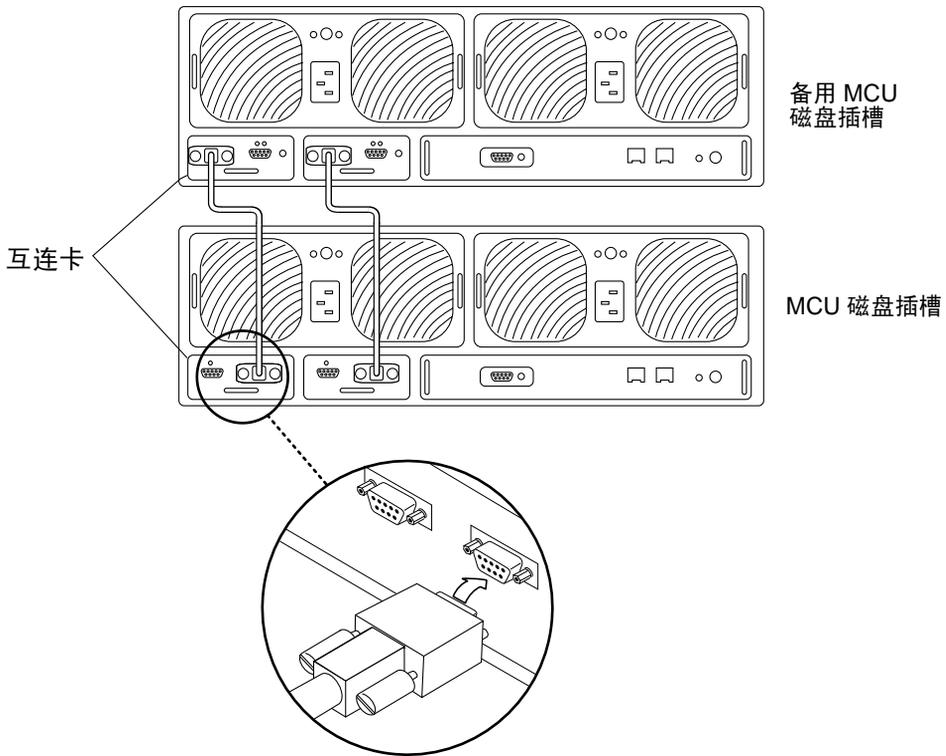

图 5 连接互连电缆
1. 如图 5 所示，用互连电缆连接所有磁盘插槽伙伴组的 MCU 和备用 MCU 互连卡。重复上述操作，连接其它磁盘插槽伙伴组。